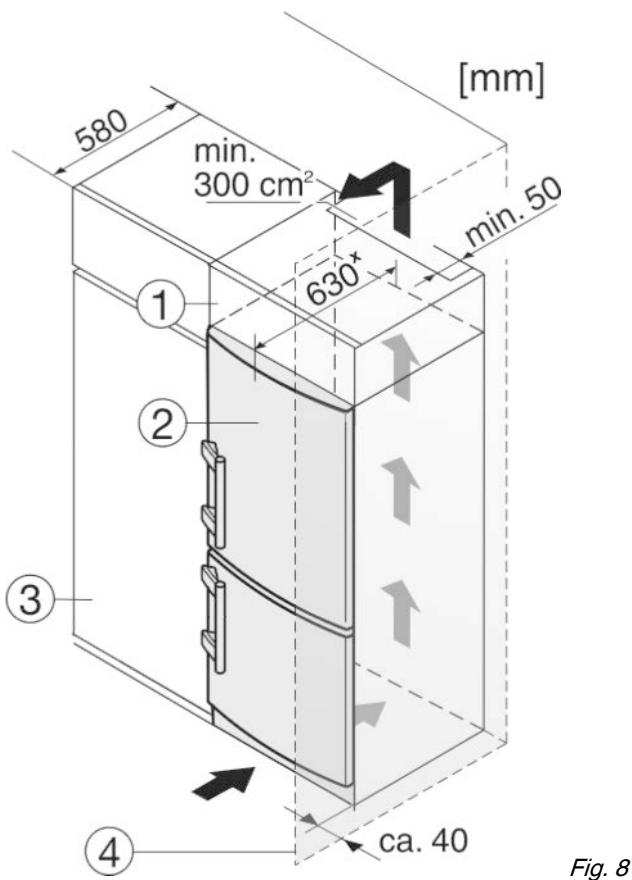

Fig. 8
Устройство может быть окружено кухонными шкафами. Чтобы уравнять устройство Fig. 8 (2) по высоте с кухонной стенкой, можно установить над устройством дополнительный шкафчик Fig. 8 (1).
При комбинировании с кухонными шкафами (глубина макс. 580 мм) устройство можно установить непосредственно рядом с кухонным шкафом Fig. 8 (3). Устройство выступает сбоку на 34 мм^x и по центру на 50 мм^x относительно передней стенки кухонного шкафа.
Если устройство установлено на шарнирах у стены Fig. 8 (4), то расстояние между устройством и стеной должно быть не менее 40 мм. Настолько выступает ручка при открытой дверце.